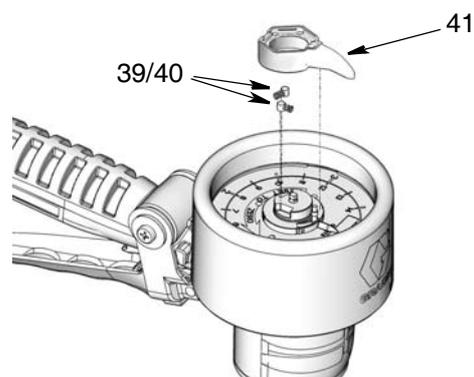

ABB. 24
- Zeiger (41), Federn (39) und Stifte (40) wie in ABB. 24 dargestellt anbringen.